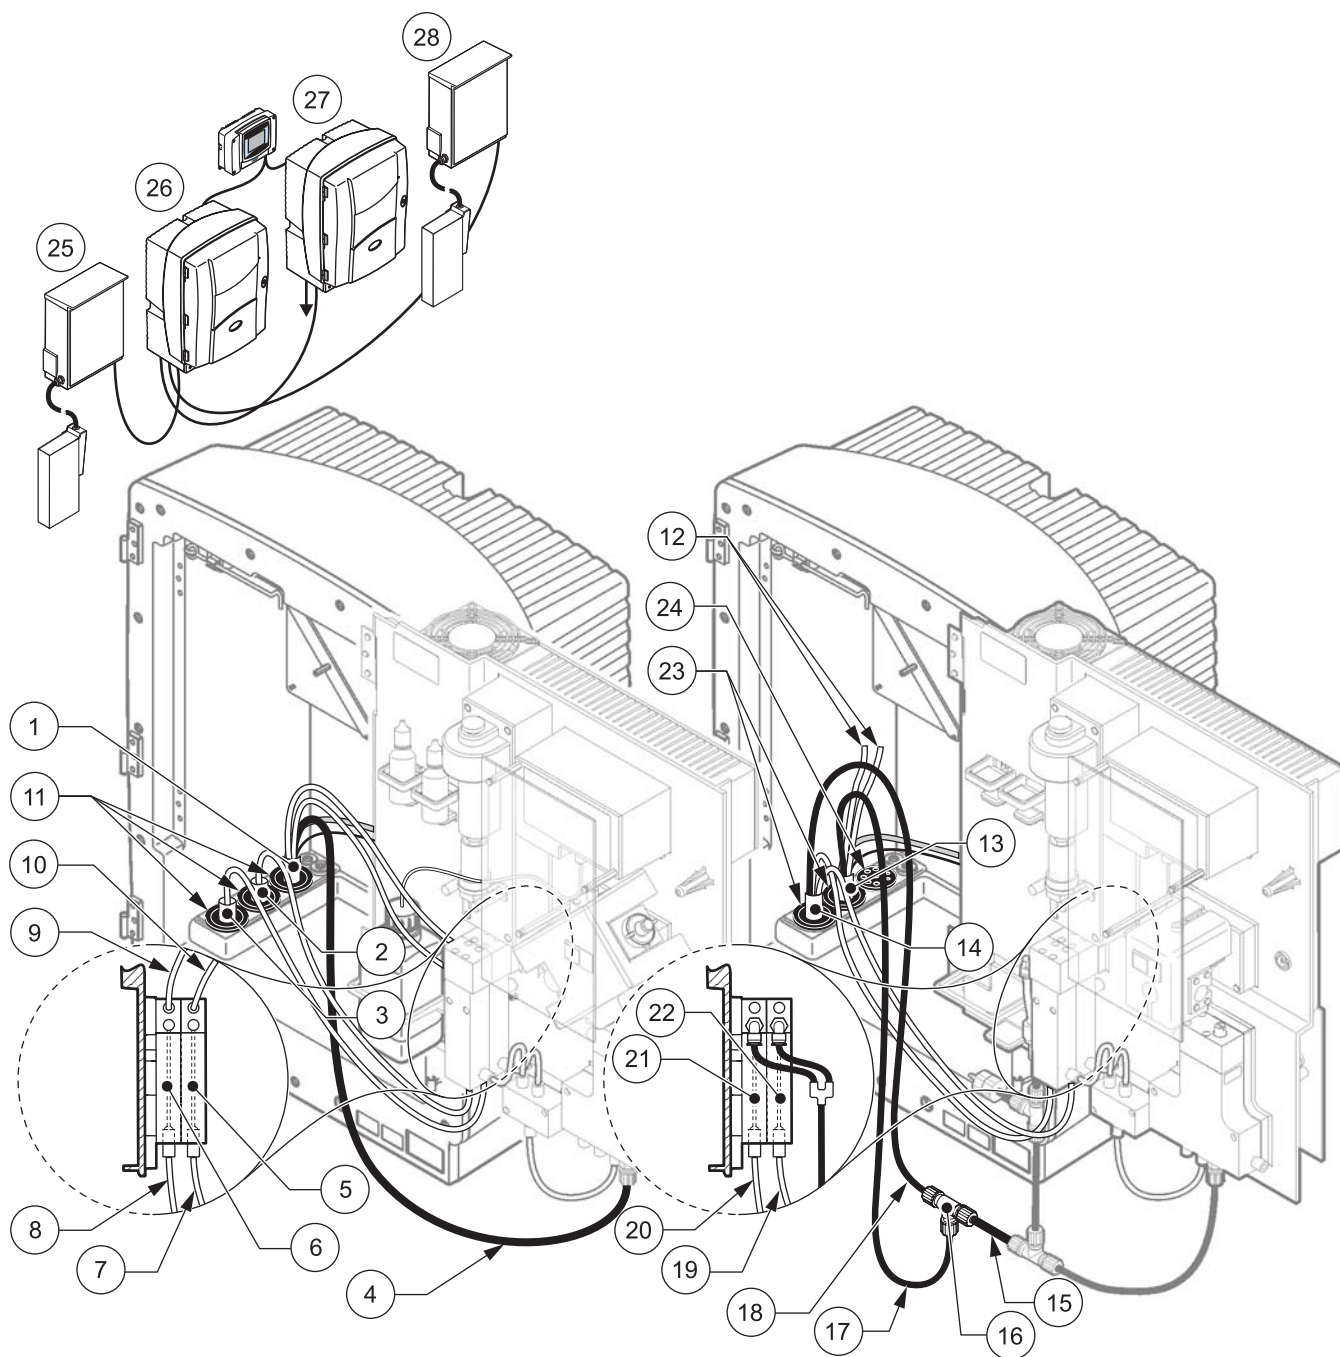

图 28 选项 6 设置
请参考图 28 以及选项 6 的以下说明：
- a. 通过分析器从 FILTRAX 1 引出加热的软管（图 28，项目 3）。使用 1 号密封塞加固。